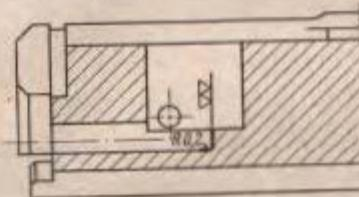

Рис. 35. Зачистка опорной плоскости под боеек в затворе
(II) При выступании исправного бойка над дном чашечки затвора менее 1,115 мм зачистить опорную плоскость под боеек в затворе (рис. 35), сняв минимальный слой металла.